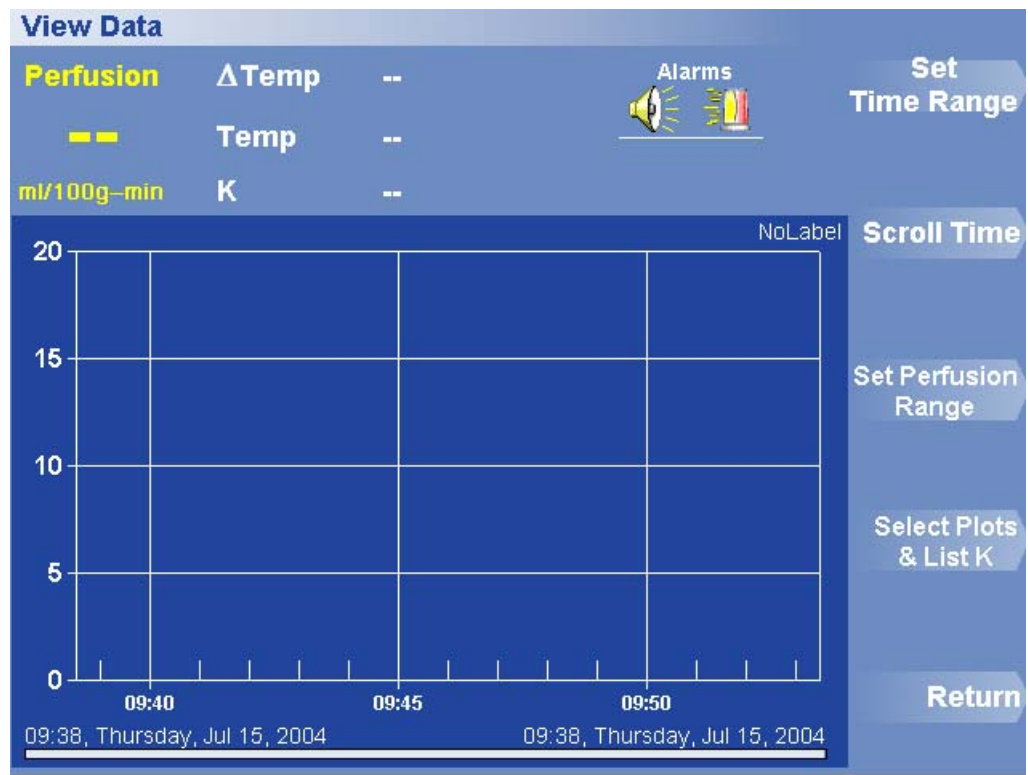

Figure 32. Menu Afficher des données
1. Cliquez sur Options > View Data (Options > Afficher des données). Le menu Afficher des données apparaît (figure 32).